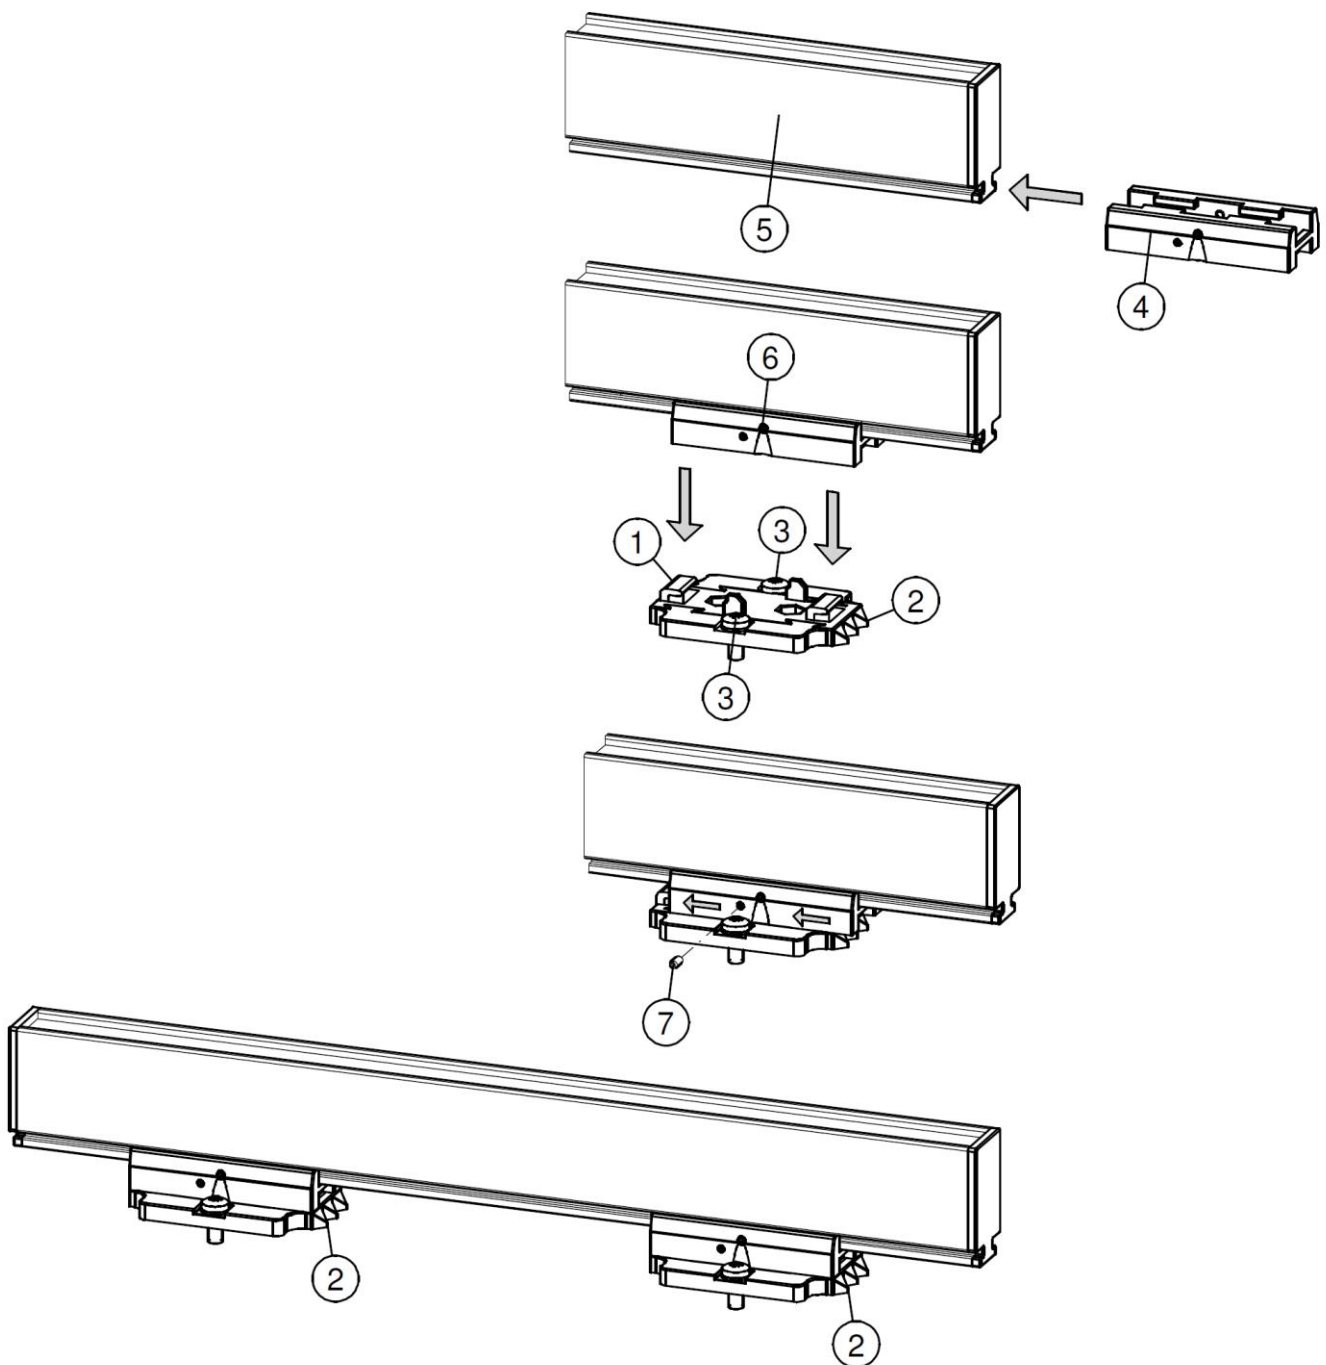

Abbildung 5: Montage des Ionensprühstabs mit Montagebügeln (hier: EasION IQ 4.0)
- Montieren Sie die Montagefüße (1) auf die Maschine, die Dreiecke (2) zeigen in dieselbe Richtung. Verwenden Sie hierfür passendes M5-Montagematerial (3).
- Schieben Sie die Bügel (4) auf den Ionensprühstab (5). Achten Sie auf einen gleichen Abstand zwischen Bügeln (4) und Montagefuß (1) und arretieren Sie den Bügel (2) mit einer Stellschraube (6).
- Arretieren Sie den Ionensprühstab in den Montagefüßen, indem Sie die zwei Stellschrauben (7) in die Bügel drehen. Bei mehr als zwei Bügeln müssen lediglich die zwei äußersten Bügel arretiert werden.
- Schrauben Sie die Stellschrauben (Nr. 6) aus den Halterungen (siehe Abbildung 5).